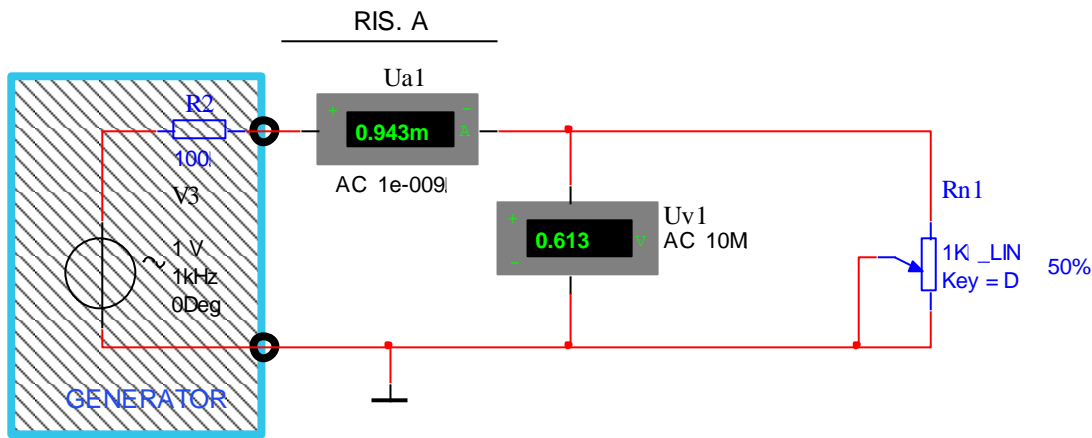

Рисунок 2.1 – Принципиальная схема включения R_H (R_{n1}) к источнику переменного сигнала (генератор)
2.2 Активировать программу (меню «Simulate/Run») и провести эксперимент со схемой без транзистора (схема А, рисунок 2.1). Напряжение генератора задается индивидуально по групповому журналу в десятках мВ.